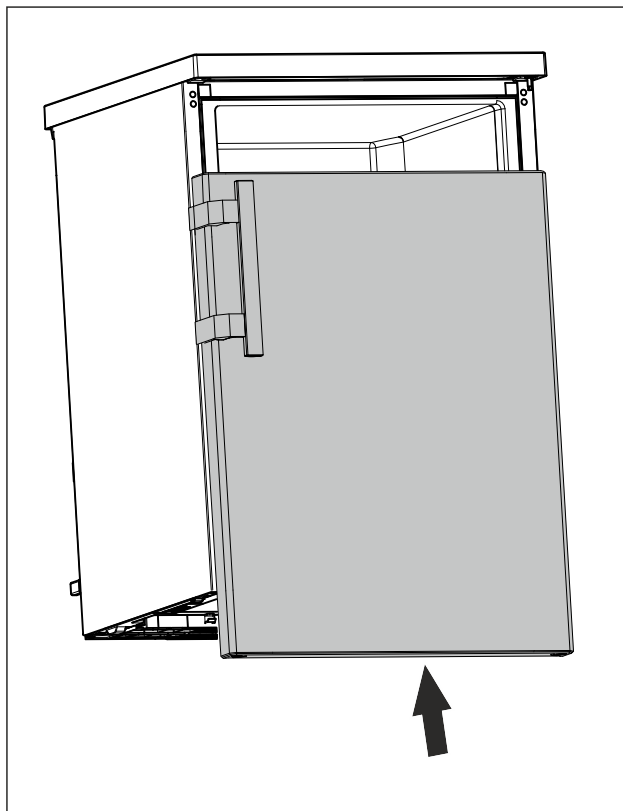

Fig. 23
- ▶ Når døren er lukket, skubbes den på den øverste bolt. (se Fig. 23)